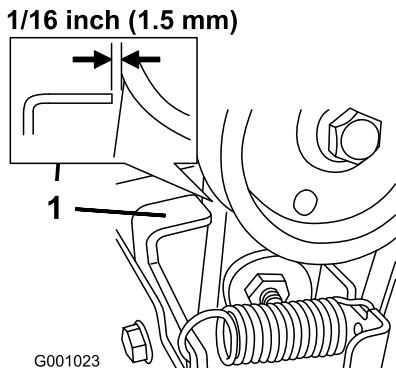

Рисунок 47
3. При отпущенном рычаге шкива/крыльчатки убедитесь в том, что зазор между узлом муфты шкива и лапкой составляет 1,5 мм (Рисунок 47).